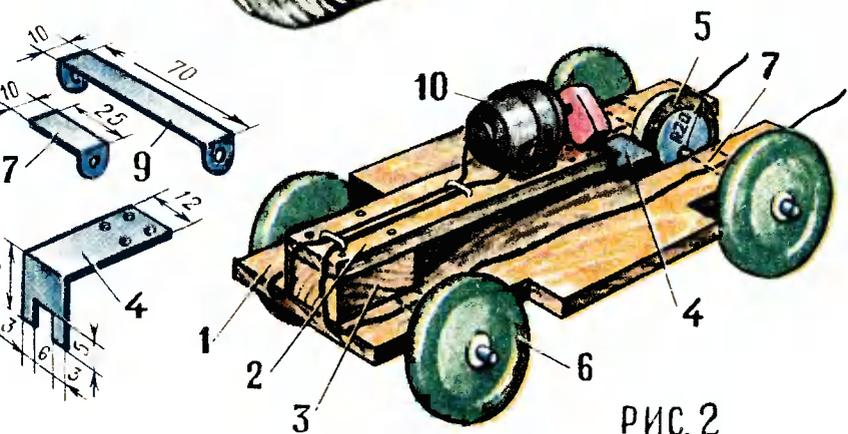

РИС. 2
**КОЛЕСНЫЙ ВИБРОХОД** (рис. 2). Он работает по такому принципу: вибрация заставляет двигаться его рабочее колесо.